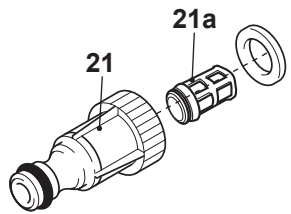

Fig. 25
1. Desenrosque y retire el adaptador de la manguera de entrada de agua (21) de la entrada de agua (6).
2. Desmonte el adaptador de la manguera de entrada de agua (21) (Fig. 25).